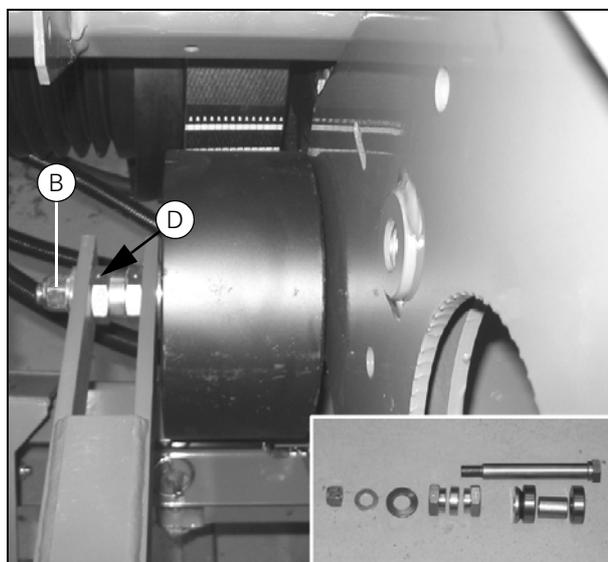

Рисунок 36
2. Отсоедините рычаг натяжного шкива, выбив пружинный штифт (A). Снимите рычаг и шкив с вала.
3. Ослабьте центральный болт (B) натяжного шкива. Для замены подшипников снимите стопорные кольца и выпрессуйте подшипники. Порядок установки различных деталей показан на (Рис. 36). Убедитесь, что метки на двух эксцентриках (D) совпадают.